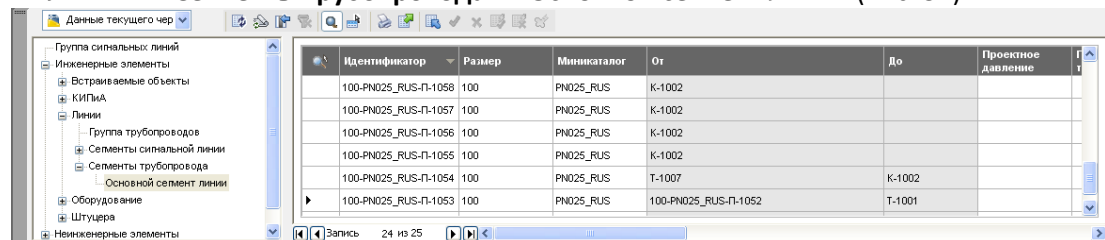

Рис. 31
- В левой части **Диспетчера данных** откройте раздел **Инженерные элементы** → **Линии** → **Сегменты трубопровода** → **Основной сегмент линии** (Рис. 31).